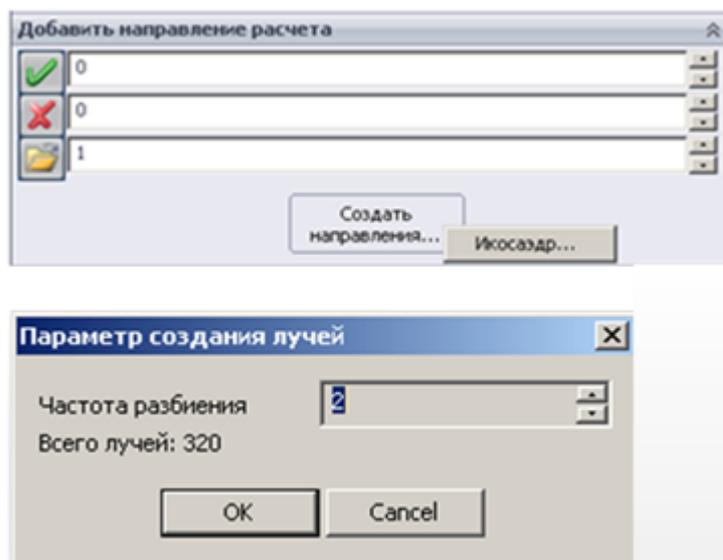

Рисунок 5 – Группа "Направления расчета"
**3. Группа "Направления расчета"**(рисунок 5) - содержит таблицу с направлениями (лучами) расчета поглощенных доз и эквивалентных потоков (флюенсов), заданными направляющими косинусами в формате (**dX, dY, dZ**).